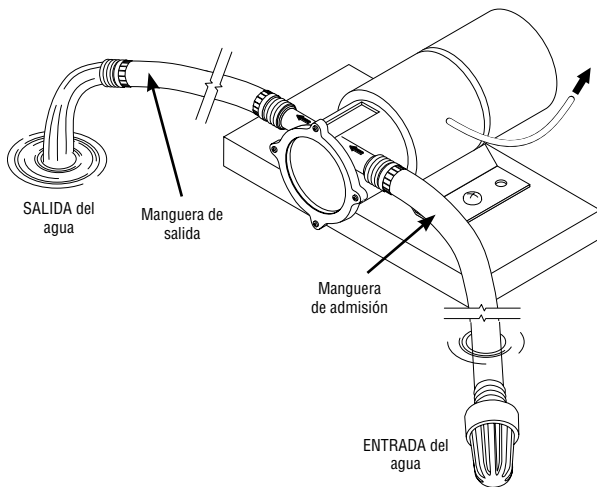

Figura 4 - Operación típica
- El motor debe estar seco (consulte Figura 4).